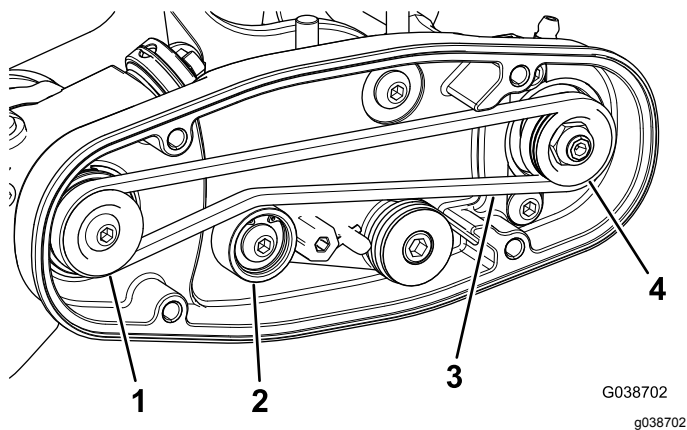

Рисунок 26
A. Обведите ремень вокруг **ведущего** шкива, а затем проложите по верхней части натяжного шкива (Рисунок 26).
- В. Начните надевать ремень на **ведомый шкив** (Рисунок 26).